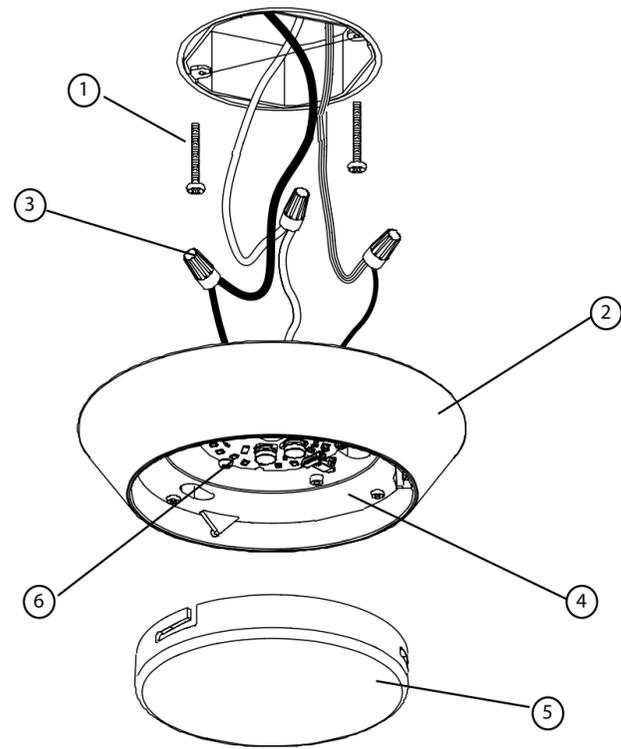

Figure 1
5. Tenir solidement le bloc boîtier (2) et connecter le fil vert de mise à la terre de l'appareil au fil de cuivre nu de mise à la terre de la boîte de jonction à l'aide d'un capuchon de connexion (3). (Si le câblage d'alimentation ne comprend pas de fil de mise à la terre, consulter votre code d'électricité local et vérifier la méthode d'installation conforme).
6. Utiliser les serre-fils pour connecter le fil noir de l'appareil au fil noir d'alimentation et le fil blanc (neutre) de l'appareil au fil blanc d'alimentation. Voir la fig 1.
5. Hold the Fixture Housing (2) firmly and connect the green ground wire from the fixture to the bare copper ground wire from the junction box using a Wirenut (3). (If house wiring does not include a ground wire, consult your local electrical code for approved grounding methods).
6. Use Wirenuts (3) to connect the black fixture wire to the black power supply wire and the white (neutral) fixture wire to the white power supply wire. See Fig 1.
7. Hold Fixture Housing (2) in one hand and with the other hand position wires up into junction box.
8. Align keyholes on back of Fixture Housing with screws previously installed in junction box. Lift fixture up, rotate clockwise and tighten screws to secure Housing Assembly against ceiling. See Fig 1.
9. Lift Diffuser (5) up to housing assembly aligning slots on diffuser with tabs on barrier lens (4). Twist diffuser (5) clockwise until secure. See Fig 1.
5. Sostenga el ensamblaje de la Carcasa del luminario (2) firmemente y conecte el alambre verde de conexión a tierra del luminario al alambre de cobre descubierto de conexión a tierra de la caja de ensambladura usando una Tuerca de Alambre (3). (Si el alambado de la casa no incluye un alambre de conexión a tierra, consulte su código eléctrico local para métodos aprobados de hacer tierra).
6. Use Capuchones de Alambres para conectar el alambre negro de la luminaria al alambre negro suplidor de electricidad y el alambre blanco (neutral) de la luminaria al alambre blanco suplidor de electricidad. Vea Fig. 1.
9. Levante el difusor (5) hasta la altura del conjunto de la carcasa y alinee las ranuras del difusor con las lengüetas en las lentes de barrera (4). Gire el difusor (5) a la derecha hasta que quede fijo. Vea Fig. 1